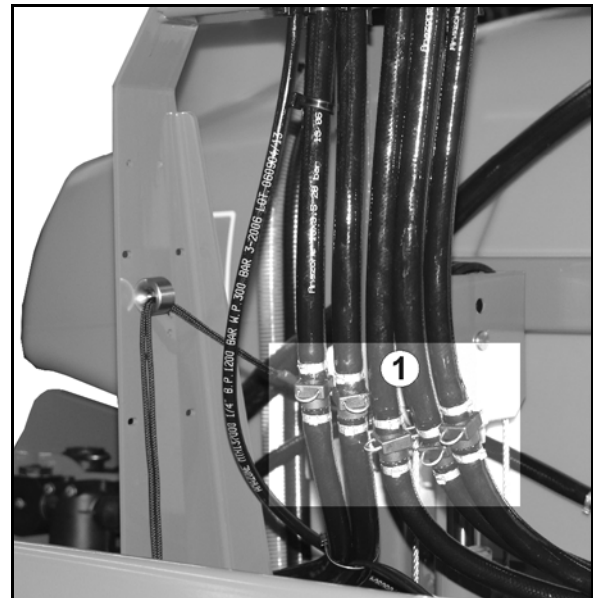
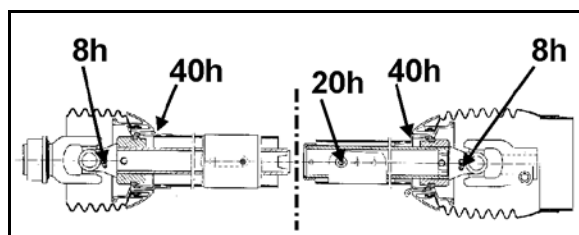

図 134
図 135
2. 吸引フィルター (図 134/1) を取り外し、清掃してください。これについては 196 ページの を参照してください。
- 5.1 圧力フィルター (図 134/2) を栓 C で空にします。
- 5.2 散布液タンクからアジテーターシャフトホース (図 135/4) を (栓 C から外して) 取り外してください。
6. 供給ホース (図 135/1) を制御弁から外します。供給ホース (図 135/1) は VARIO コントロール圧力側 (図 134/B) を吸引室と接続します。
7. ブームセクションの逆流ラインホース (図 135/2) を VARIO コントロール吸引側 (図 134/A) から外します。
9. VARIO コントロール圧力側 (図 134/B) から内部清掃用ホース (図 135/3) を取り外します。
14. VARIO コントロール吸い込み側 (図 134/A)
と VARIO コントロール圧力側 (図 134/B)